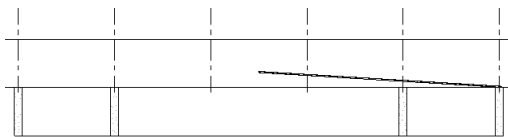

图 11-17 斜楼板
(7) 将视图切换至南立面视图观察图形, 如图 11-17 所示。
(8) 单击“结构”选项卡“结构”面板“楼板” 下拉列表中的“楼板: 结构”按钮, 打开“修改|创建楼层边界”选项卡和选项栏。